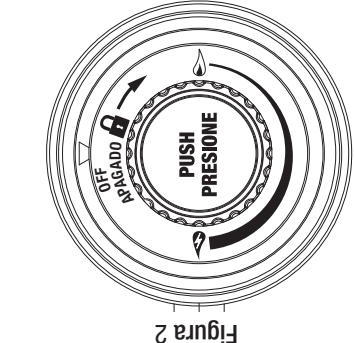

Figura 2
1. Gire la perilla de control del regulador a la posición "APAGADO". Vea la Figura 2.
1. Asegúrese de que la perilla de control del regulador esté a la posición “APAGADO ,” vea la Figura 2.
1. Gire la perilla de control del regulador a la posición “APAGADO ,” vea Figura 2.
2. Asegúrese de que la perilla de control del regulador está en la posición “APAGADO ,” vea la Figura 2.